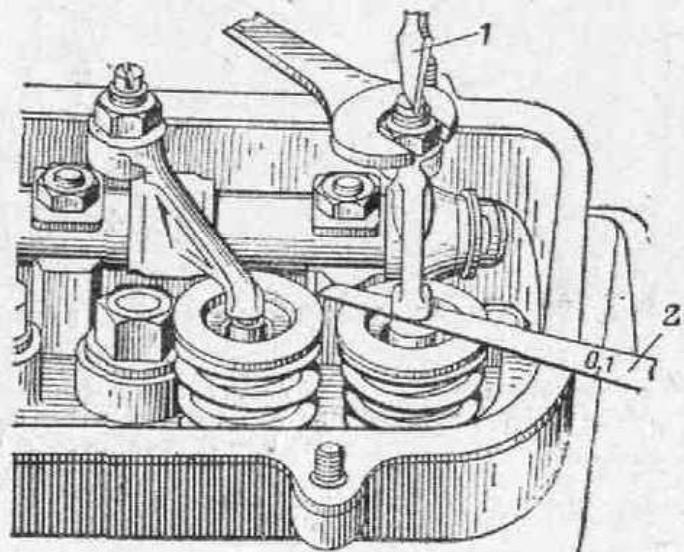

Рис. 28. Регулировка зазоров между коромыслом и клапаном:
4) проверьте с помощью плоского щупа 2 (рис. 28) зазоры